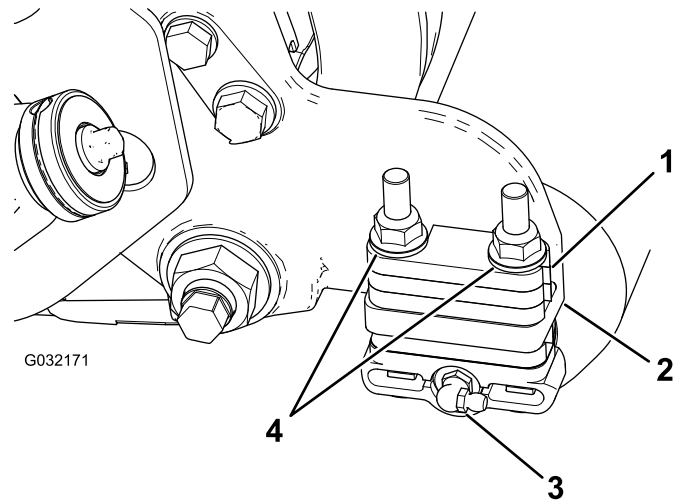

图 3
- 从滚刀组的滚筒刷架一侧拆除滚筒的黄油嘴图 3。
- 拆下将每个滚筒支架固定到每个侧板的 2 个凸缘锁紧螺母以及位于侧板安装法兰顶部的所有 6mm 隔片图 3。